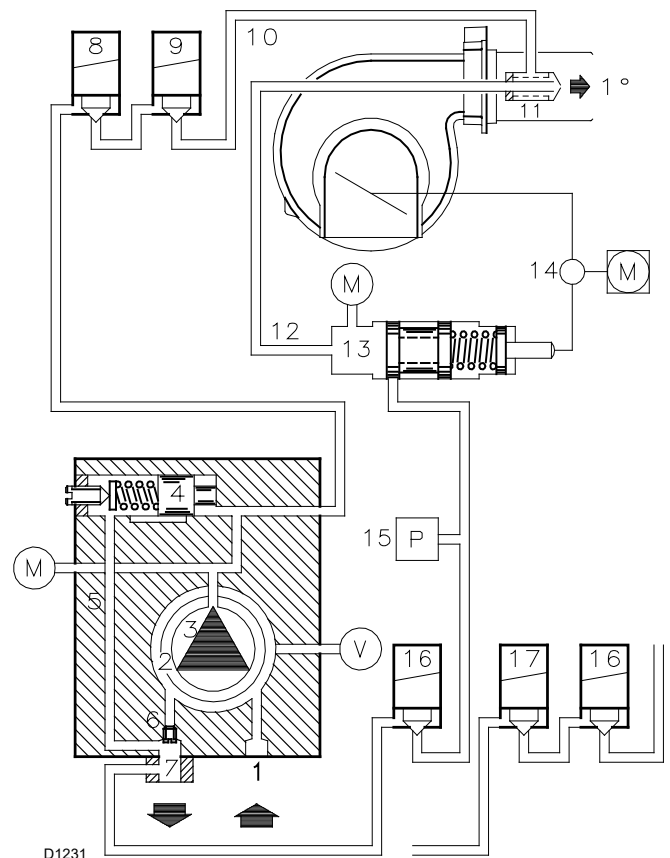

Abb. 29
Sie sind am Brenner installiert und der Bypass wird mit der Schraube 6)(Abb. 29) geschlossen.
- Die Pumpe 3)(Abb. 29) saugt den Brennstoff vom Tank über die Leitung 1) an und bringt ihn im Vorlauf unter Druck.
Zeichenerklärung (Abb. 29)